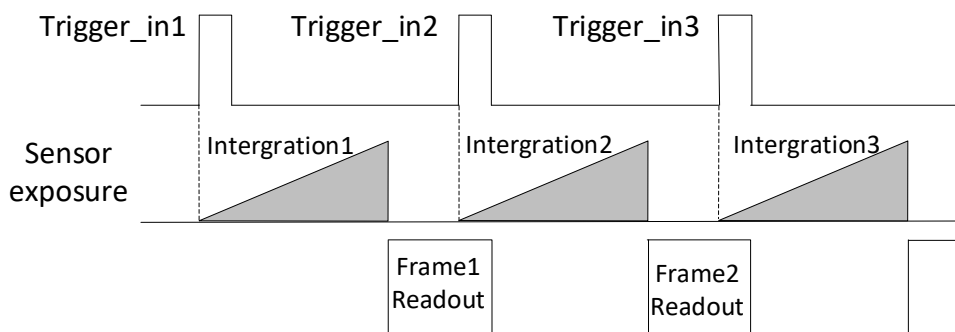

图4-18 第 2 帧正常处理时序
- 若第 2 个触发信号第 1 帧图像的曝光结束时间不早于相机当前第 1 个触发信号最后 1 帧的出图时间，则第 2 个触发信号第 1 帧图像正常出图，如图 4-18 所示；